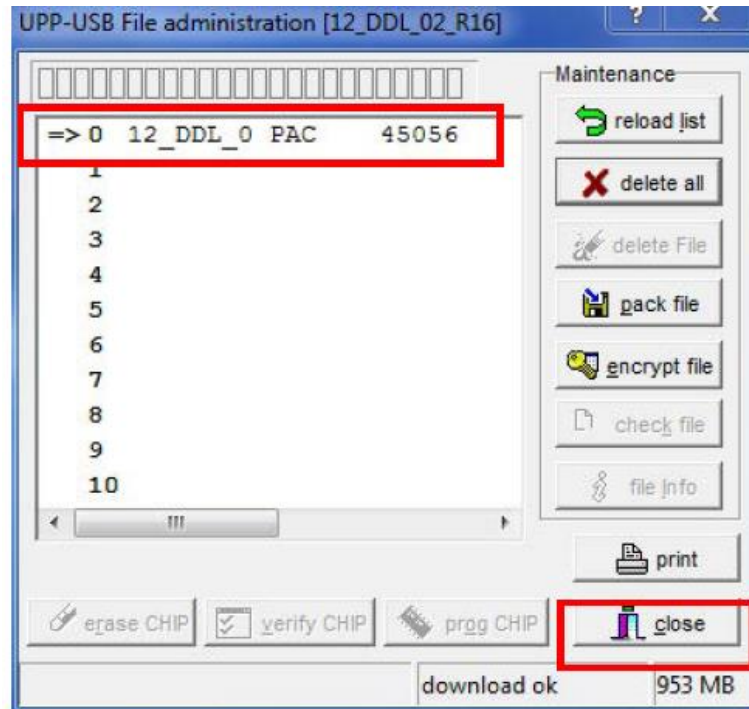

Рисунок 17
2.16 После успешной загрузки можно увидеть, какой файл встроенного ПО сохранен в программаторе E-LAB. Завершите процесс, нажав кнопку «close» (рисунок 17).